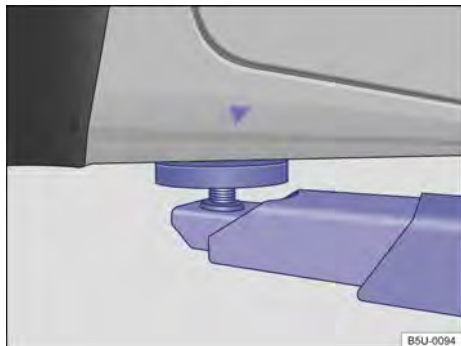
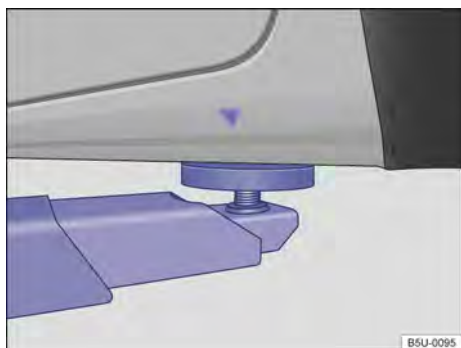

Fig. 223 Pontos de apoio dianteiros para a suspensão com plataforma elevatória ou com macaco.
Fig. 224 Pontos de apoio traseiros para a suspensão com plataforma elevatória ou com macaco.
O veículo deve ser suspenso somente pelos pontos indicados nas figuras → Fig. 223 e → Fig. 224. Se o veículo não for suspenso pelos pontos indicados, podem ocorrer danos no veículo → **!** e ferimentos graves → **⚠**.
- Suspender o veículo somente pelos pontos indicados nas figuras → Fig. 223 e → Fig. 224. Se o veículo não for suspenso pelos pontos indicados, o veículo poderá cair da plataforma elevatória quando, por exemplo, o motor ou a suspensão for desmontado.